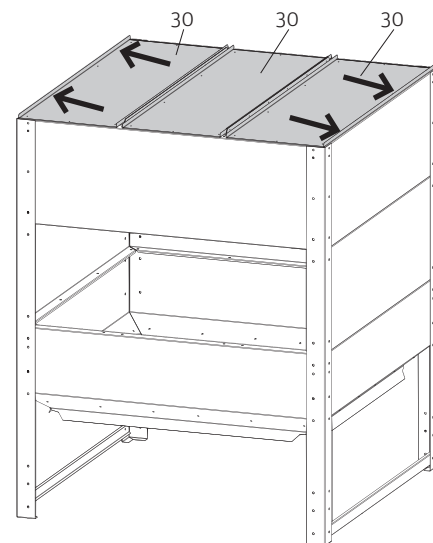

Fig. 11 Deckenelemente montieren
3 Deckenelemente (30) oben auflegen, Löcher mit Durchschlag oder Dorn in Deckung bringen und von innen mit **M6 TT-Selbstschneide-Schrauben** verschrauben, nicht bohren. An der Rückseite mit der Montage beginnen, die letzten Schrauben werden vorne montiert – Fig. 11
Die äußeren Deckenelemente vor dem Festschrauben nach außen schieben – Fig. 11.